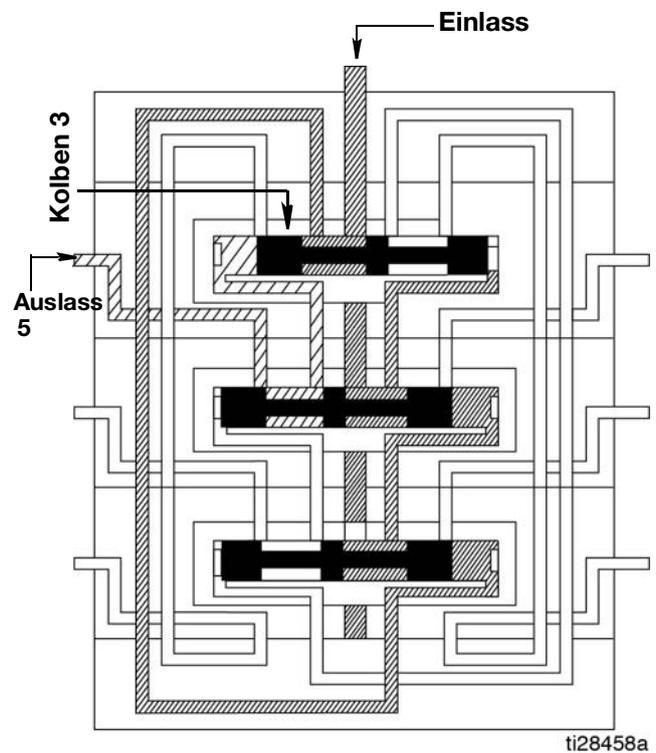

ABB. 15
2. Kolben 3 öffnet sich und fördert Schmiermittel zu Ausgang 5 (ABB. 15).